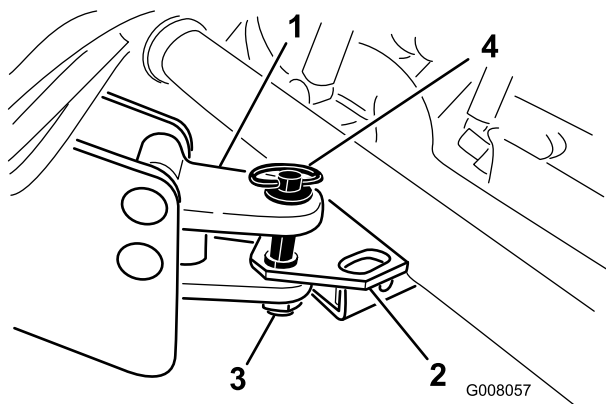

Figura 18
2. Ajuste la lengüeta del enganche del procesador a la misma altura que la del vehículo (Figura 18). El bastidor del procesador de terrones debe estar paralelo al suelo mientras está apoyado sobre el rodillo trasero.
3. Conecte el enganche del procesador al enganche del vehículo con un pasador de enganche y un pasador de seguridad (Figura 18).